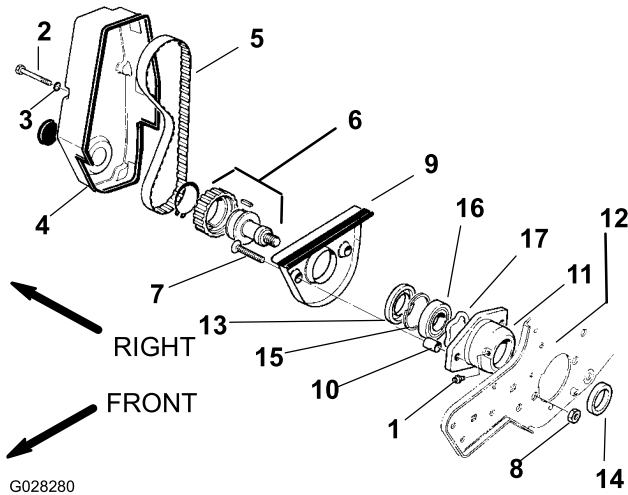
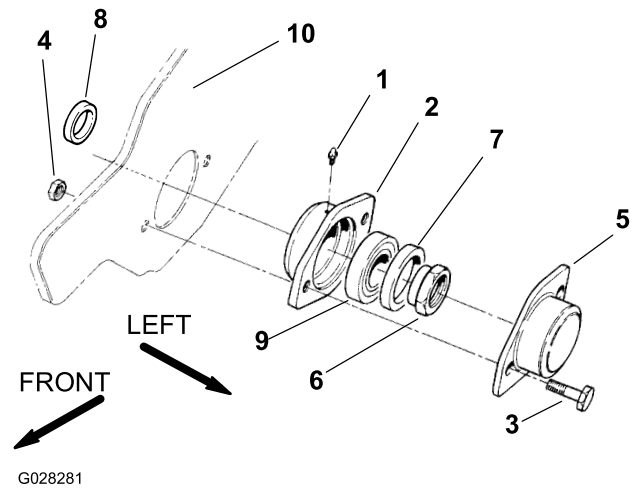

Figura 1
Figura 2
1. Retire los 4 tornillos, las 4 arandelas de freno y la cubierta de la transmisión del molinete (Figura 1).
4. Utilice una llave cuadrada de 1/2 pulgada en el conjunto de polea y transmisión (Figura 1) para retirar el conjunto del eje de transmisión del molinete. Retire la contratuerca del cojinete (Figura 2) del eje de transmisión del molinete al mismo tiempo.
5. Utilice una llave Allen para retirar los dos tornillos de cabeza plana, la cubierta del brazo del acondicionador, y ambos separadores del alojamiento del cojinete (Figura 1).
6. Retire los engrasadores de los dos alojamientos de cojinete (Figura 1 y Figura 2).
7. Retire los dos alojamientos de cojinete del bastidor y del molinete (Figura 1 y Figura 2), y retire el molinete del cortacésped.
3. Retire los dos tornillos, las contratuercas y la tapa del cojinete del alojamiento del cojinete izquierdo (Figura 2).
3. Coloque el alojamiento de cojinete derecho sobre el eje del molinete a través el bastidor (Figura 1).
4. Coloque el alojamiento de cojinete izquierdo sobre el eje del molinete a través el bastidor (Figura 2).
5. Apriete los tornillos de cabeza plana y las tuercas que sujetan el alojamiento del cojinete derecho al bastidor (Figura 1).
6. Al apretar la contratuerca del cojinete (Figura 2) sobre el eje del molinete, apriete el conjunto de polea y transmisión (Figura 1) sobre el eje del molinete al mismo tiempo. Apriete el conjunto y la tuerca a 68 N-m (50 pies-libra).
8. Coloque la tapa del cojinete en el alojamiento y sujétela al bastidor con los dos tornillos y contratuercas (Figura 2).
10. Instale la cubierta de la transmisión del molinete al cortacésped con 4 arandelas de freno y tornillos (Figura 1).
11. Instale los engrasadores en ambos alojamientos de cojinete, y lubríquelos con grasa de litio de propósito general (Figura 1 y Figura 2).